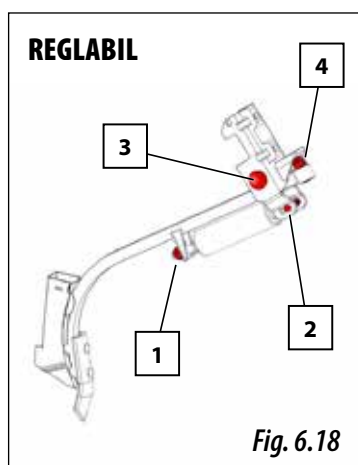

Fig. 6.18
Pentru a regla presiunea brăzdarului asupra solului, trebuie să acționați asupra piuliței arcului (1, Fig. 6.18). Presiunea poate fi reglată și prin schimbarea poziției bolțului (2, Fig. 6.18).
Aceste brăzdare sunt fixate pe suport cu ajutorul unui șurub SOLA special (3, Fig. 6.18) prevăzut cu o piuliță autoblocantă, a cărei mișcare controlează jocul brăzdarului.
- 1- Desfaceți piulița și șurubul (4, Fig 6.18).